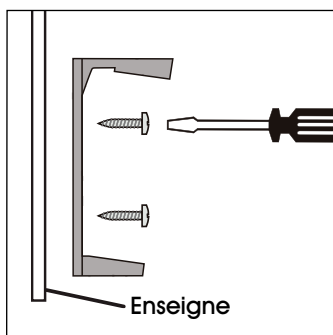

Figure 2
4. Placez l'affiche et le support de fixation du distributeur (la tige plus longue du côté supérieur) au niveau des trous au mur et fixez-les à l'aide de deux vis fendues. (Voir Figure 2)